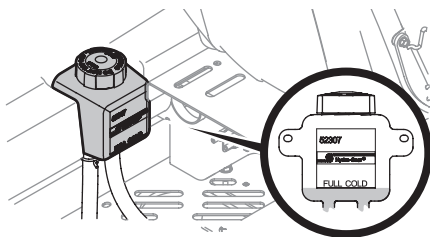

Fig. 42
1. Gire el asiento del operador hacia adelante y limpie el tapón del depósito y el área que lo rodea para evitar que el aceite de transmisión se contamine con residuos (Fig. 42).
2. Gire el tapón del depósito en sentido contrario al de las agujas del reloj para retirarlo, luego controle el nivel de aceite del depósito. El aceite debe ser visible en la base de la cubeta, pero el nivel del mismo NO debe estar por encima de la línea de "LLENO FRÍO" (Fig. 42). NO LLENE EL DEPÓSITO.